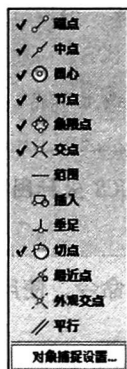

图 1-10 对象捕捉按钮菜单
- 02** 在状态栏  按钮上单击右键, 从弹出的按钮菜单中选择【对象捕捉设置】选项, 如图 1-10 所示。